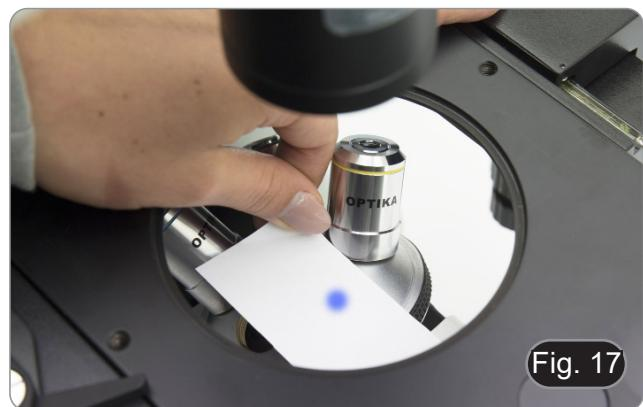

Fig. 17
- 3. Placer un morceau de papier blanc sur la platine et orienter le jeu de filtre bleu "B" pour la fluorescence dans le trajet optique. (Fig. 17)